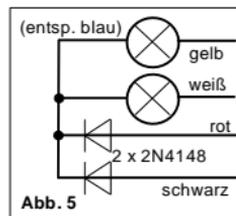

Abb. 5
- 7) Um Zusatzeinrichtungen (z.B. Dampfgenerator) mit voller Leistung anzuschließen, wird eine positive Versorgung für die Funktionsausgänge (entspricht blauem Draht bei H0-Decodern) benötigt. Diese kann mittels zweier Dioden entsprechend Abb.5 erzeugt werden. Die positive Versorgung ist auch am Decoder vorhanden, den Anschlußpunkt entnehmen Sie dem Internet.